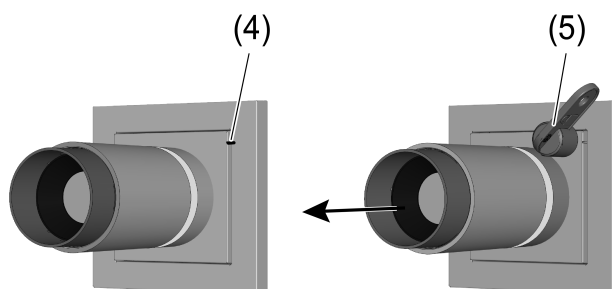

Figure 3: Démontage de l'applique lumineuse (avec mécanisme de blocage)
- Placer l'aimant (5) à la hauteur du marquage (4) sur la plaque centrale au niveau de l'applique lumineuse (Figure 3).